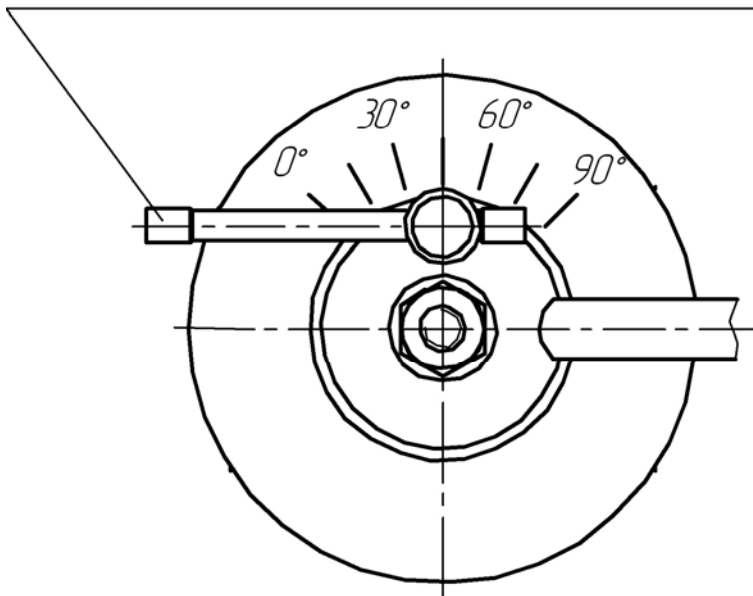

Рис. 1
- рукояткой с фиксацией (рис.1). Угол поворота пробки крана указан на шкале корпуса крана.